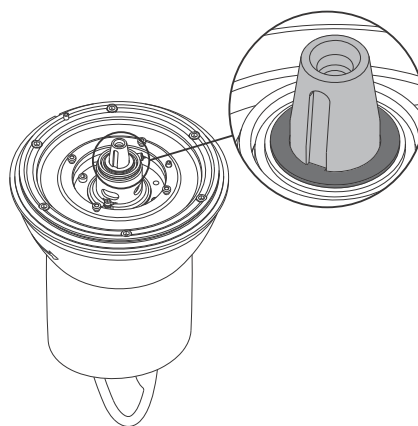

Рис. 18 Торцевое уплотнение в контакте с пазом вала
3. Осторожно наденьте уплотнение вала (поз. 105) на вал. Оправка для уплотнения вала должна состыковаться с канавкой вала. См. рис. 18.
- Осторожно наденьте уплотнение вала (поз. 105) на вал. Оправка для уплотнения вала должна состыковаться с канавкой вала. См. рис. 18.